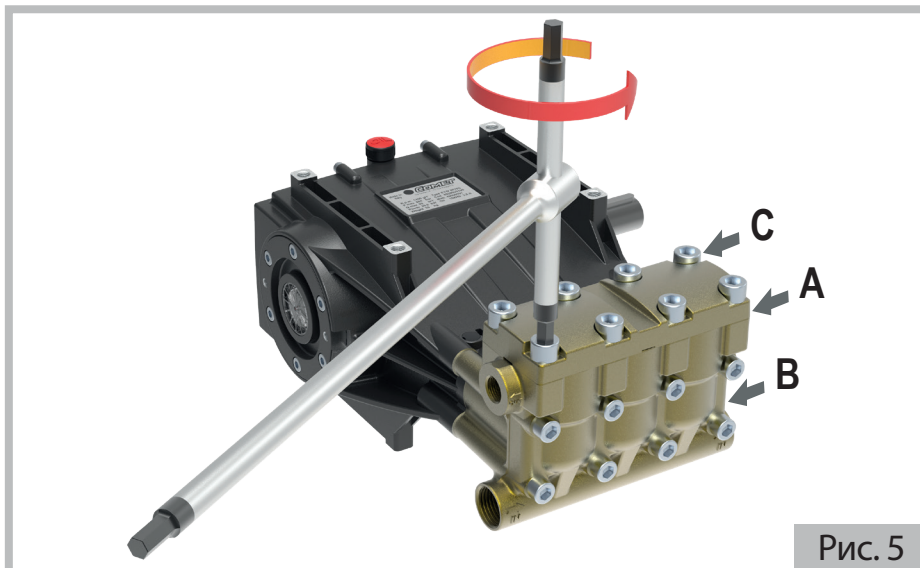

Рис. 5
- a) Демонтировать пробку клапана (A) на головке (B), отвинтив 8 винтов C (смотрите детали на рис. 5) с помощью ключа-шестигранника 12 мм.